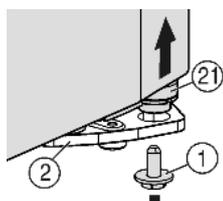
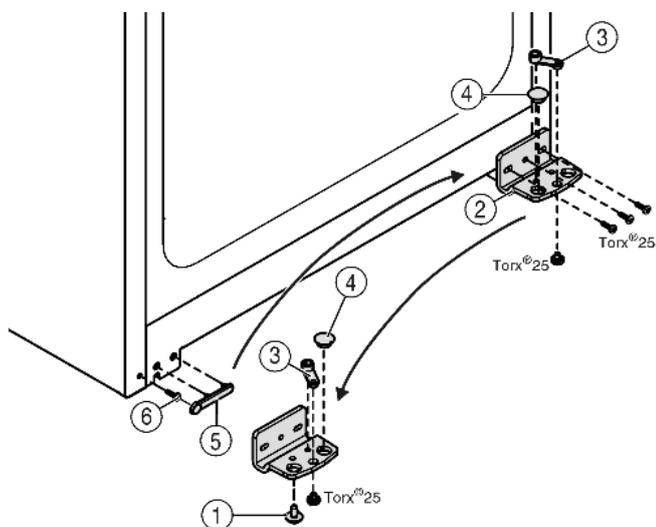

Fig. 4
Fig. 5
- Dévisser la vis de blocage du support d'appui *Fig. 4 (1)* en bas à droite.
- ▷ Le pivot d'appui *Fig. 4 (21)* se desserre du support d'appui *Fig. 5 (2)*.
- Si le pivot d'appui *Fig. 4 (21)* ne se desserre pas, chasser le support par le bas.
- Dévisser le support d'appui *Fig. 5 (2)*.
- Dévisser l'élément pivotant *Fig. 5 (3)* et le permuter dans le trou opposé du support d'appui, revisser à fond.
- Retirer le bouchon *Fig. 5 (4)* du support d'appui et le placer dans le trou du côté opposé au support d'appui.
- Retirer le cache *Fig. 5 (5)* côté poignée avec précaution.
- Retirer la vis *Fig. 5 (6)* et la revisser sur le côté opposé.
- Remettre en place le cache *Fig. 5 (5)*.
- Revisser le support d'appui *Fig. 5 (2)* sur le nouveau côté charnière, en utilisant une visseuse sans fil si nécessaire, avec un couple de serrage de **4 Nm**.
- Visser la vis d'arrêt *Fig. 4 (1)* en bas dans le pivot d'arrêt et la serrer à fond (**avec 4 Nm**).